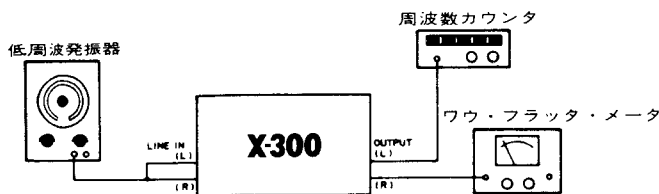

図1-9
1. 周波数カウンタを図1-9のように接続し、TEAC YTT-2003テストテープ(3000Hz)をSPEEDスイッチをHIGHにして再生する。
1. 図1-9に示すようにワウ・フラッタ・メータを接続する。